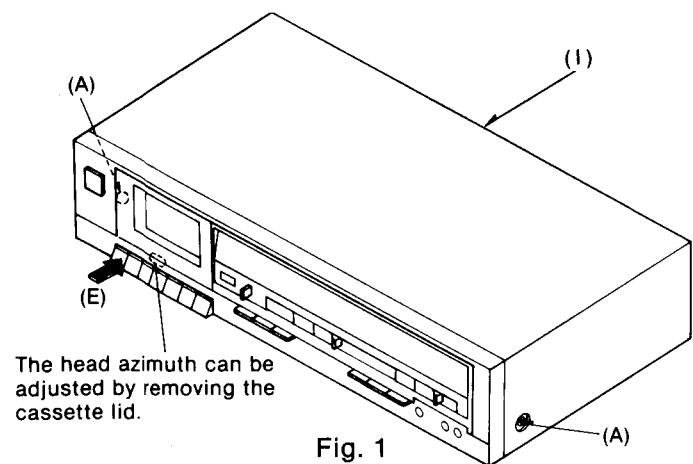

Fig. 1
- Si la corriente de borrado es mayor que 165mA, cortar el hilo del puente (Ver la Fig. 1).
<p>Nota: Antes de medir y ajustar la respuesta de frecuencia total, asegurarse de la respuesta de frecuencia de reproducción. (Para el método de medida, sírvase consultar la respuesta de frecuencia de reproducción.) (Se fija el compensador de grabación.)</p> <ol style="list-style-type: none"> 1. Efectuar las conexiones tal como se muestra en la Fig. 11. 2. Poner la UNIDAD en el modo de cinta normal y cargar la cinta de prueba (QZZCRA). 3. Aplicar una señal de 1kHz desde el oscilador de AF a través de ATT a LINE IN. 4. Ajustar el ATT de forma que el nivel de entrada sea de -20dB por debajo del nivel estándar de grabación (nivel estándar de grabación = 0VU). 5. Ajustar el oscilador de AF para generar señales de 1kHz, 50Hz, 100Hz, 200Hz, 500Hz, 4kHz, 8kHz y 10kHz y grabar, estas señales en la cinta de prueba. 6. Reproducir las señales grabadas en el paso 6, y comprobar si la curva de respuesta de frecuencia está dentro de los límites mostrados en el gráfico de respuesta de frecuencia total para las cintas normales (Fig. 10). <p>(Si la curva está dentro de las especificaciones del gráfico, seguir con los pasos 7, 8 y 9). Si la curva no está dentro de las especificaciones del gráfico, ajustar de la forma siguiente:</p> <p>Ajuste A: Cuando la curva excede las especificaciones del gráfico de respuesta de frecuencia total (Fig. 10) tal como se muestra en la Fig. 12.</p> <ol style="list-style-type: none"> 1) Aumentar la corriente de polarización girando VR7 (L-CH) y, VR8 (R-CH). (Ver la Fig. 1 de la página 4). 2) Repetir los pasos 5 y 6 para confirmación (Seguir con los pasos 7, 8 y 9 si la curva está ahora dentro de las especificaciones del gráfico de la Fig. 10). 3) Si la curva todavía excede las especificaciones (Fig. 10), aumentar aún más la corriente de polarización y repetir los pasos 5 y 6. <p>Ajuste B: Cuando la curva está por debajo de las especificaciones del gráfico de respuesta de frecuencia total (Fig. 10) tal como se muestra en la Fig. 13.</p> <ol style="list-style-type: none"> 1) Reducir la corriente de polarización girando VR7 (L-CH) y VR8 (R-CH). 2) Repetir los pasos 5 y 6 para confirmación. (Seguir con los pasos 7, 8 y 9 si la curva está ahora dentro de las especificaciones del gráfico de la Fig. 10). 3) Si la curva todavía cas por debajo de las especificaciones del gráfico (Fig. 10), reducir aún más la corriente de polarización y repetir los pasos 5 y 6. <ol style="list-style-type: none"> 7. Poner la UNIDAD en el modo de cinta CrO₂. 8. Cambiar la cinta de prueba a QZZCRX y grabar señales de 1kHz, 50Hz, 100Hz, 200Hz, 500Hz, 4kHz, 8kHz 10kHz y 12,5kHz. Luego, reproducir las señales y comprobar si la curva está dentro de los límites mostrados en el gráfico de respuesta de frecuencia total para las cintas CrO₂ (Fig. 14). 9. Poner la UNIDAD en modo de cinta a Metal y cambiar la cinta de prueba a QZZCRZ, y grabar señales de 1kHz, 50Hz, 100Hz, 200Hz, 500Hz, 4kHz, 8kHz, 10kHz y 12,5kHz. Luego, reproducir las señales y comprobar si la curva está dentro de los límites mostrados en el gráfico de respuesta de frecuencia total para las cintas de Metal (Fig. 14). 10. Asegurarse de que las tensión de polarización sean aproximadamente las que se indican a continuación cuando el aparato esté colocado en un modo de cinta distinto. <ul style="list-style-type: none"> • Medir la tensión en la cabeza utilizando el VTVM. <div style="border: 1px solid black; padding: 5px; margin: 10px auto; width: fit-content;"> <p style="text-align: center;">Unos 5,1V (posición Normal) Valor de referencia: Unos 6,6V (posición CrO₂) Unos 11,2V (posición Metal)</p> </div>